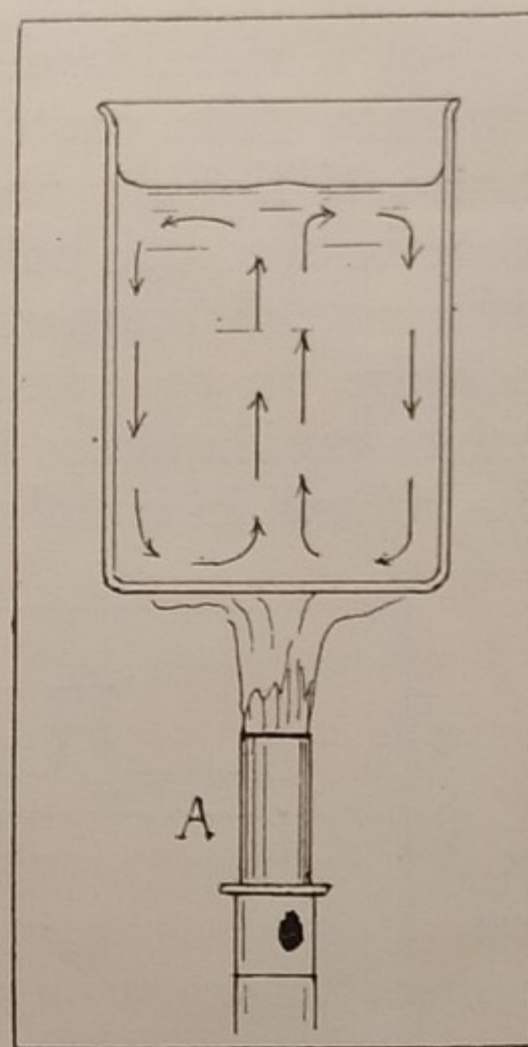

Fig. 108. — SCHEMA DELLE CORRENTI DI CONVEZIONE IN UN LIQUIDO.
85. Convezione. — Scaldando la parte inferiore di un recipiente contenente un liquido od un gas, il fluido, riscaldato per conduzione attraverso il fondo del recipiente, diviene più leggero e sale trasportando con sè il calore ricevuto: questo si trasmette perciò rapidamente alle parti superiori (fig. 108). Il calore è dunque, in questo caso, trasportato dalla materia fluida